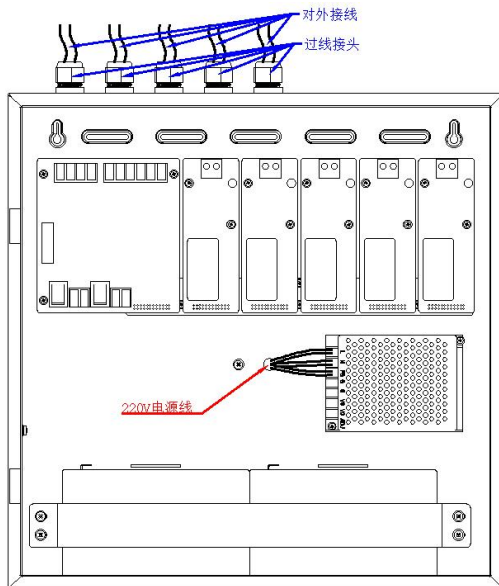

图 8-1
- 5.安装方式提示：电源线从机箱中部开口进入，如图 8-1 所示。